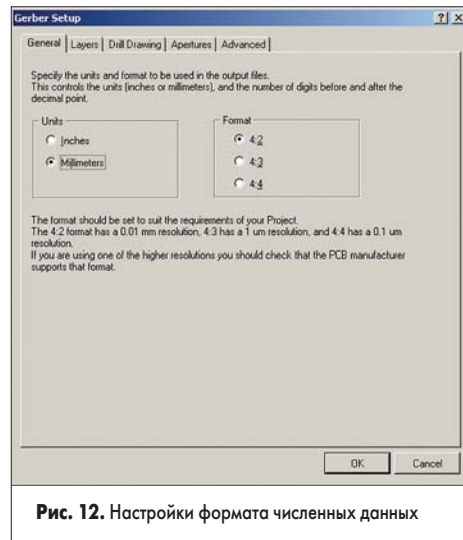

Рис. 12. Настройки формата численных данных
1. Находясь в редакторе печатных плат, выполним команду меню File | Fabrication Outputs | Gerber Files. На экране появится диалоговое окно Gerber Setup (рис. 12).